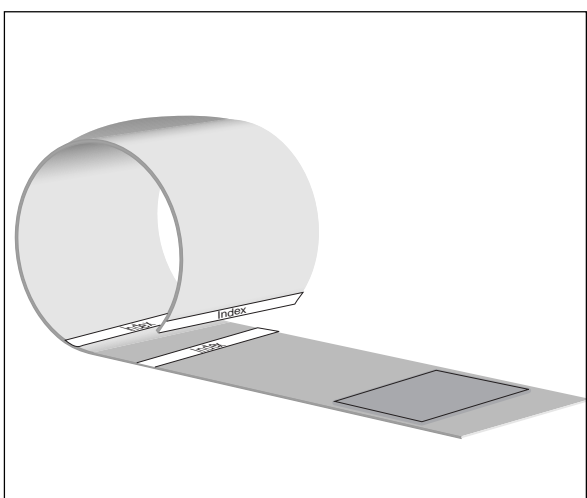

Fig. 4-2 Påsætning af manchetten
- den hvide stiplede linje ved manchettens ende er placeret mellem de to stiplede **Index** linjer, når manchetten lukkes (hvis dette ikke er tilfældet, skal man vælge en anden manchetstørrelse, Fig. 4-2)